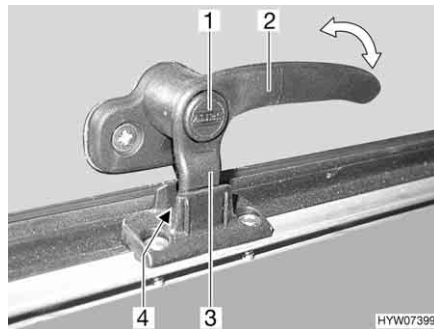
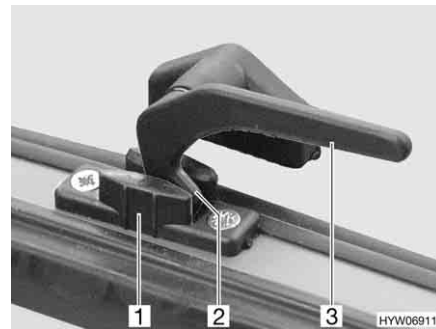

Fig. 56 Leva di serraggio con bottone di sicurezza in posizione "Aerazione continua"
Fig. 57 Leva di serraggio in posizione "Aerazione continua"
- In posizione di "Aerazione continua" (Fig. 56 e Fig. 57)
- Se presente, premere e tenere premuto il bottone di sicurezza (Fig. 56,1).
- Ruotare la leva di serraggio (Fig. 56,2 o Fig. 57,3) di un quarto di giro verso il centro della finestra.
- Girare nuovamente all'indietro la leva di serraggio. Riportare contemporaneamente il nasello di chiusura (Fig. 56,3 o Fig. 57,2) della leva di serraggio nella rientranza della chiusura della finestra (Fig. 56,4 o Fig. 57,1).
- Se presente, rilasciare il bottone di sicurezza (Fig. 56,1).